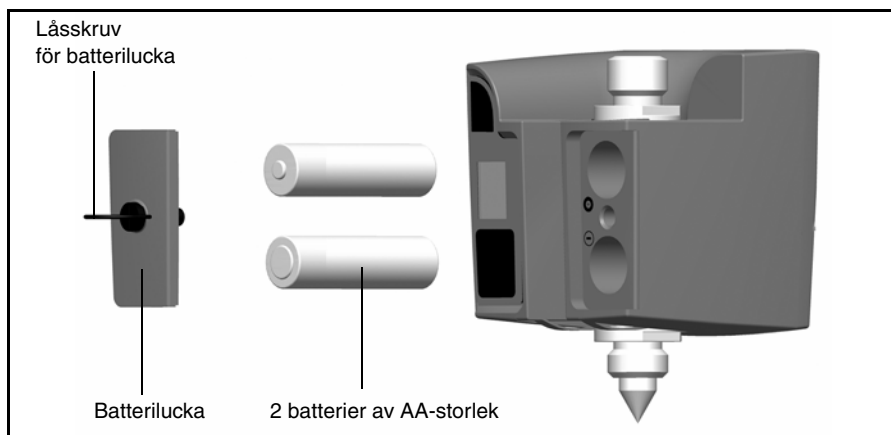

Bild 7.60 Batteribyte, Target ID
4. Sätt tillbaka batteriluckan och fäst den genom att vrida skruven ett kvarts varv medurs. Se bild 7.60